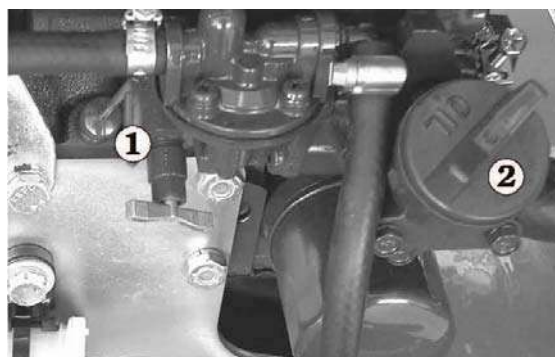

Fig. 7.6 – Motoroljenivån
Håll oljenivån mellan markeringarna på oljestickan ① (se Fig. 7.6).
Fyll vid behov på olja vid locket ② (se fig. 7.6), det en alternativ påfyllning på toppen av motorn.